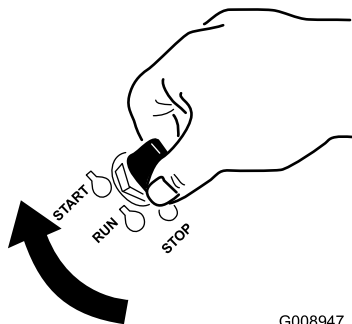

Figura 23
6. Girate la chiave di accensione in posizione di AVVIAMENTO (Figura 23).